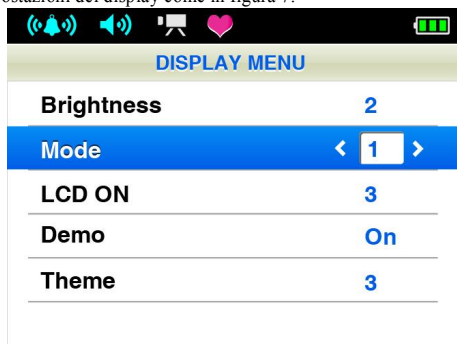

Figura 7. Menu impostazioni di visualizzazione
Nell'interfaccia menu principale, selezionare l'elemento "Display", quindi premere il pulsante del menu per entrare nel menu di impostazioni del display come in figura 7:
**B Modalità:** muovere la barra di selezione nell'elemento "Modalità", quindi premere il pulsante sinistro/destro per selezionare la modalità di visualizzazione (due tipi di modalità di visualizzazione), come in figura 7 e figura 8.